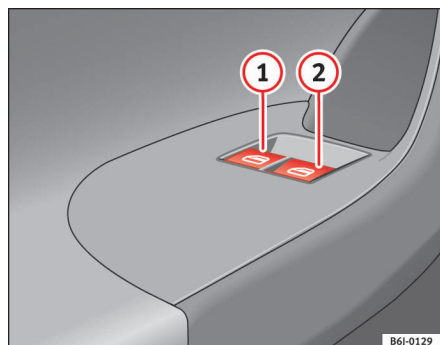

Fig. 47 Détail de la portière du conducteur : commandes des vitres avant.
Les touches ⇒ page 91, fig. 47 ①, ② disposent de deux positions pour l'ouverture des vitres et de deux autres pour la fermeture. Il est ainsi plus simple de contrôler les processus d'ouverture et de fermeture.